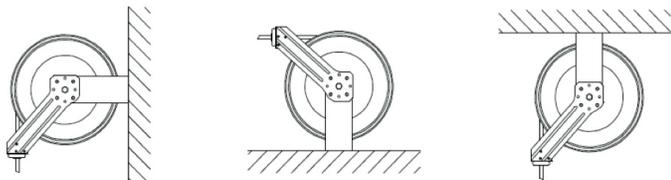

FIGURA 2
1.- La base del carrete tiene 4 hoyos de 1/2" (12.7mm) para montarse en una superficie plana. En la figura 2 encontrará la manera correcta de colocar los 4 hoyos en la base.
2.- El carrete está equipado con un soporte giratorio. La posición del soporte deberá cambiar de posición acorde a la forma de instalación. En la figura 2 se muestra las diferentes posiciones en las que puede ser montada. Si la posición del soporte requiere ser cambiada no continúe y siga estas instrucciones: